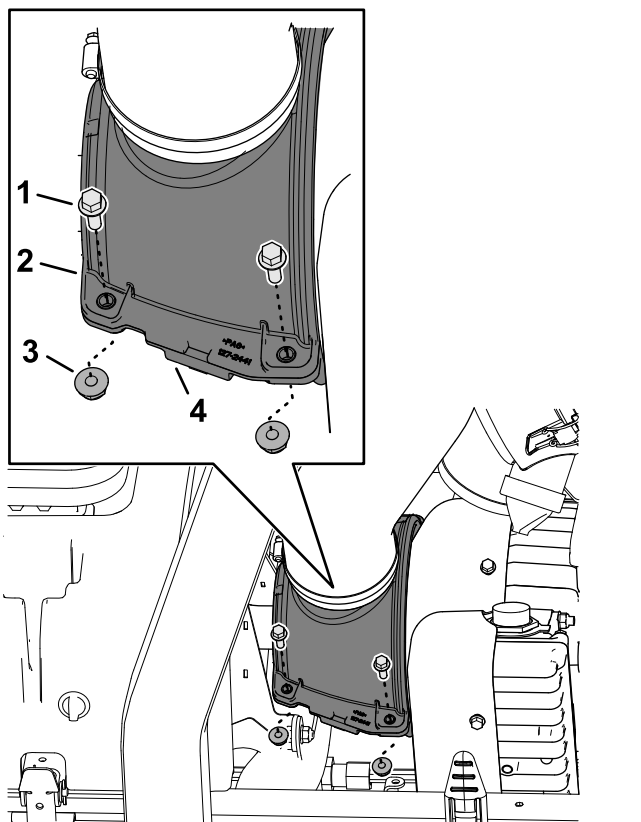

Рисунок 69
1. Отверните 4 колпачковых винта с фланцевыми головками и 4 фланцевые контргайки, которые крепят верхний и нижний кожухи воздушного охлаждения генератора (Рисунок 69).